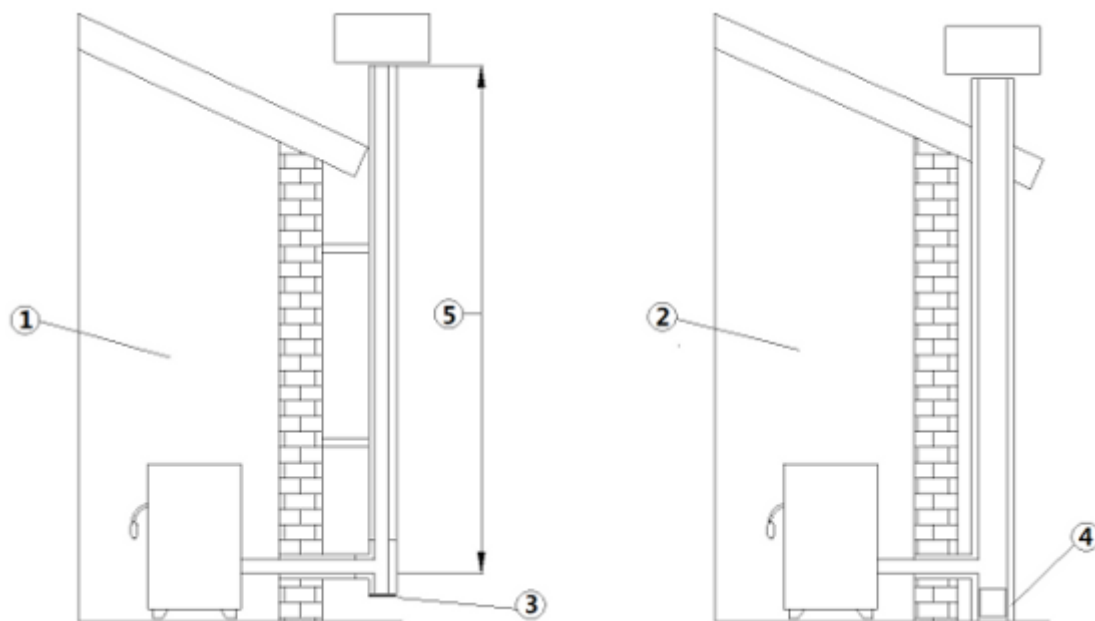

Fig. 1 - Rookkanalen
LEGENDA Fig. 1 op pag. 40
- Het rookkanaal moet enkelvoudig zijn (zie **Fig. 1 op pag. 40** met geïsoleerde inox-buizen (1) of op een bestaand rookkanaal (2)).
- Beide oplossingen moeten een inspectiedop (3) en/of een inspectieluikje (4) bezitten.